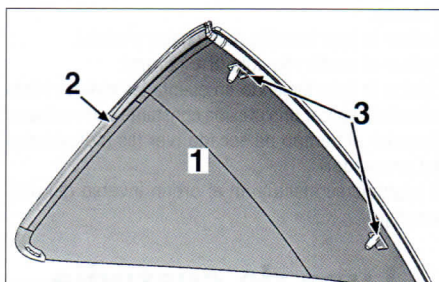

FIG. 81
desmontaje, sustituir la luna (1) (fig. 81).